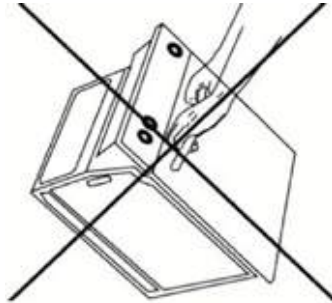

Figura 16
- Pentru manevrarea aparatului nu vă folosiți de mâner (**Figura 16**)